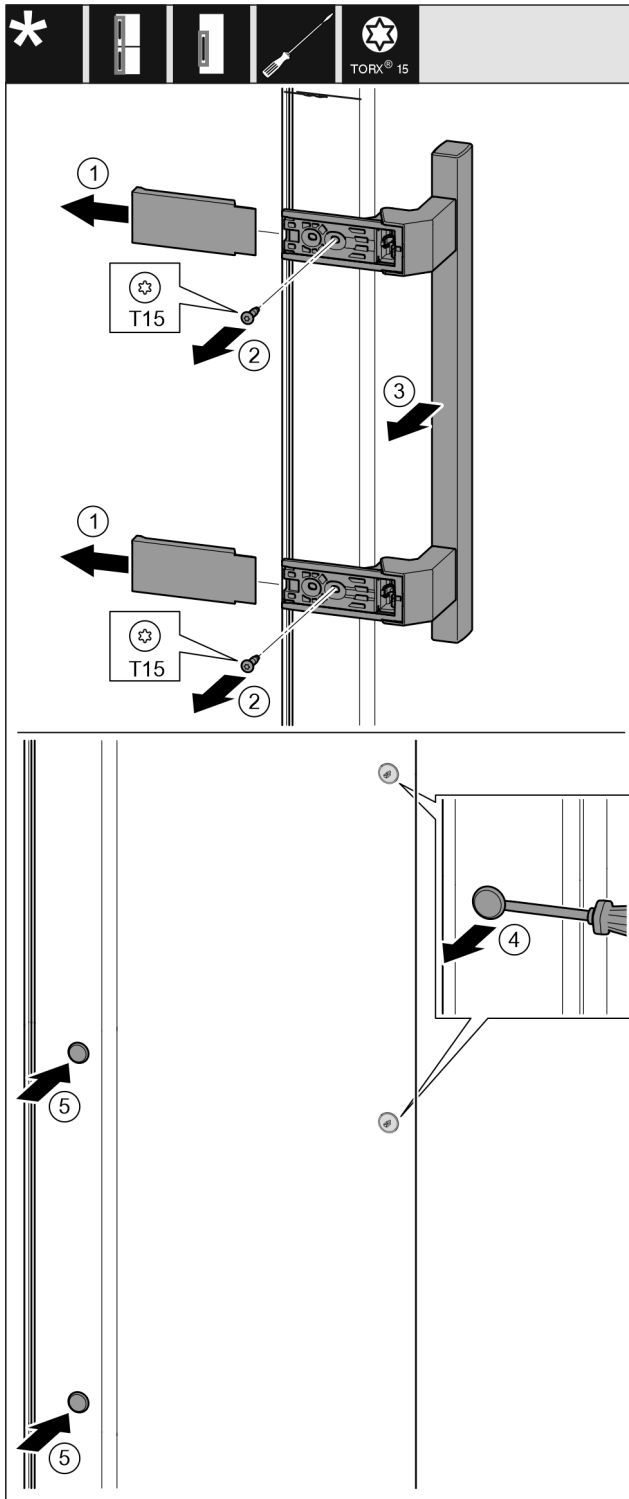

Fig. 17
- ▶ Retirer le cache. Fig. 17 (1)
- ▶ Desserrer les vis avec le tournevis T15. Fig. 17 (2)
- ▶ Déposer la poignée. Fig. 17 (3)
- ▶ Soulever délicatement le bouchon latéral avec un tournevis plat et le sortir. Fig. 17 (4)
- ▶ Remettre en place le bouchon de l'autre côté. Fig. 17 (5)